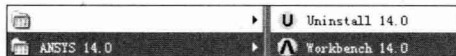

图 1-2 从开始菜单中启动
(1) 用交互方式启动 Workbench 14.0: 在开始菜单中执行 ANSYS 14.0→Workbench 14.0 命令,如图 1-2 所示。